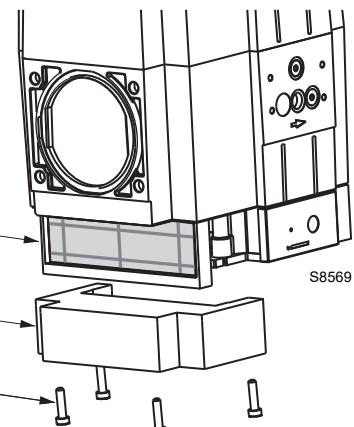

Fig. 12
- dévisser les vis 1)(Fig. 12) du couvercle 2) situé dans la partie inférieure de la vanne;